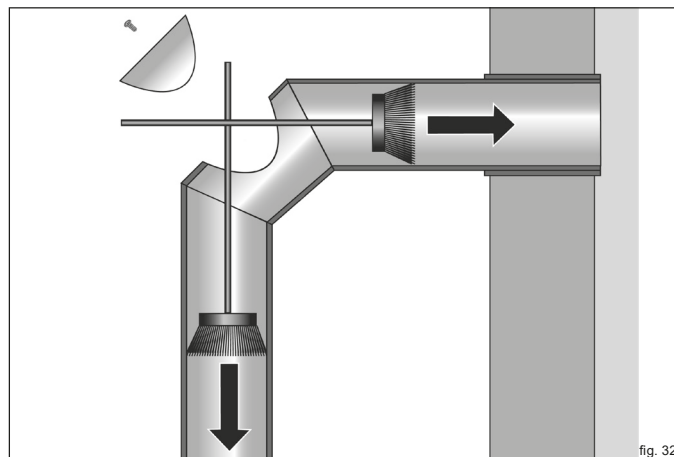

fig. 32
- Aprire lo sportello per la pulizia presente sulla canna fumaria (fig. 32).
- Spazzare i residui indietro all'interno del comignolo e in basso nella stufa a legna (fig. 32).